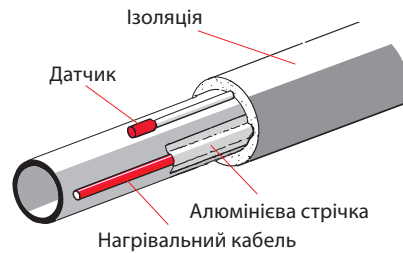

Рис. 7
1. Один або декілька кабелів прокладаються по прямій уздовж стінки труби, див. рис. 7 і 8.